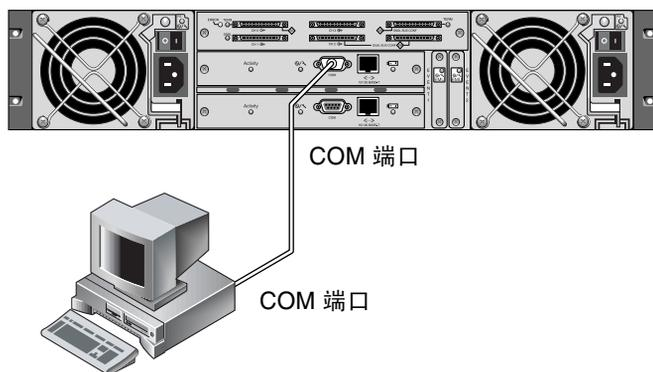

图 E-1 从本地连接到工作站或计算机终端的 COM 端口上的 RAID 阵列 COM 端口
1. 请将阵列 COM 端口连接到 Solaris 工作站的串行端口上（请参阅图 E-1）。